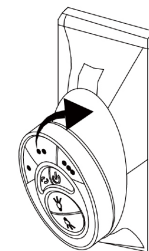

Fig. 26
Étape 1. Pour placer l'émetteur dans la plaque murale, insérez d'abord l'extrémité inférieure, puis appuyez sur le haut dans la plaque murale. L'émetteur est maintenant maintenu dans la plaque murale et fonctionnera à partir d'ici. (Fig.26)